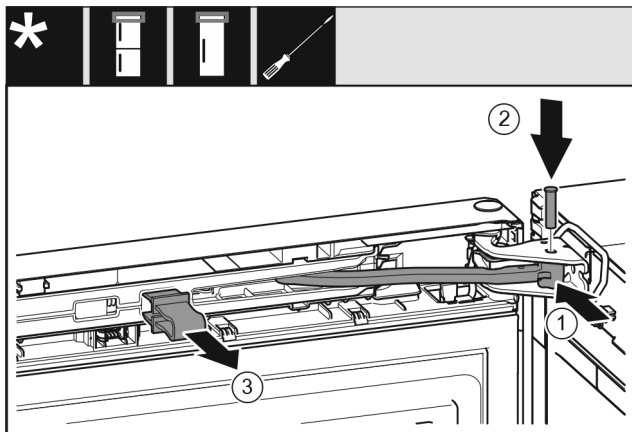

Fig. 24
- ▶ Gire la articulación en el soporte de cojinete. Fig. 24 (1)
- ▶ Introduzca el perno en el soporte de cojinete y la articulación. Preste atención a que el saliente de retención descansa correctamente en la ranura. Fig. 24 (2)
- ▶ Retire el seguro. Fig. 24 (3)